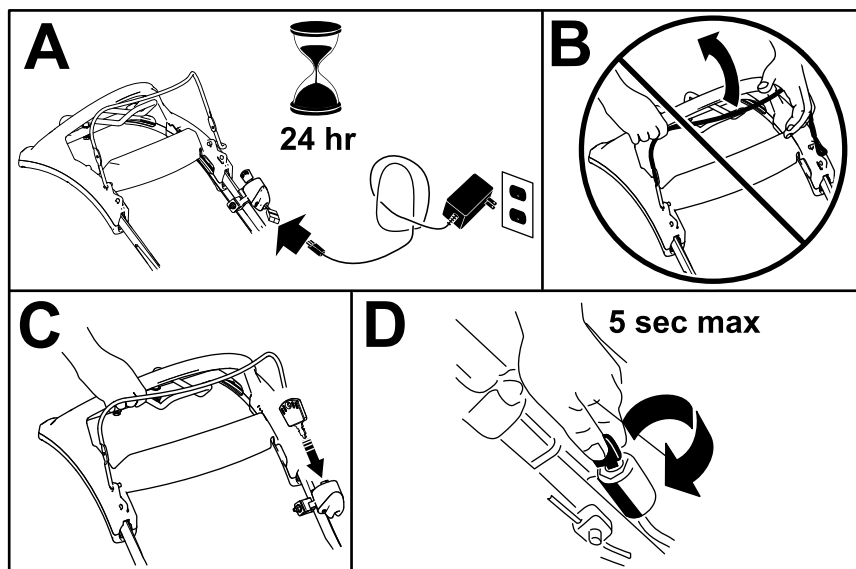

Figura 15
1. Tenete in carica la batteria per 24 ore prima di usare la macchina per la prima volta (riquadro A della Figura 15).
Importante: Non tentate di avviare il motore con la barra di comando della lama innestata, in quanto potreste fare scattare il fusibile (riquadro B della Figura 15).
2. Inserite la chiave nell'accensione (riquadro C della Figura 15).
3. Portate la chiave di accensione sulla posizione di Avviamento e mantenetela in quella posizione per rilasciarla quando il motore si avvia (riquadro D della Figura 15).